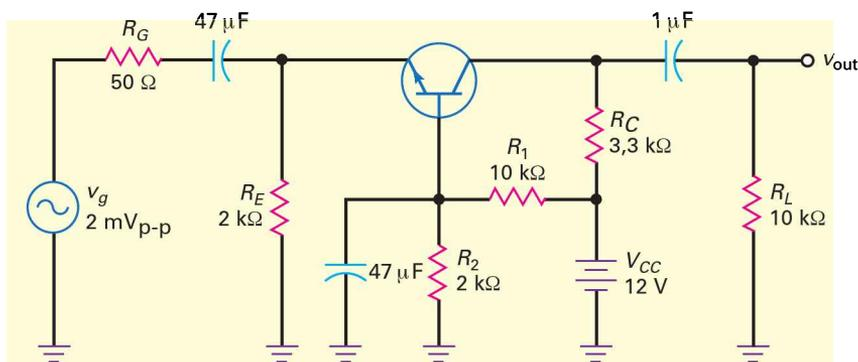

Figure 9.35
9.28 À la figure 9.35, trouver le point Q (courant émetteur).
9.29 Quel est le gain en tension approximatif à la figure 9.35 ?
9.30 À la figure 9.35, quelle est l'impédance d'entrée vue de l'émetteur ? Quelle est l'impédance d'entrée de l'étage ?
9.31 À la figure 9.35, avec une entrée de 2 mV , quelle est la valeur de v_{out} ?
9.32 À la figure 9.35, si la tension d'alimentation V_{CC} passe à 15 V , que devient v_{out} ?
- 9.42** À la figure 9.35, quelle serait la tension de sortie si le condensateur de découplage base était court-circuité ?